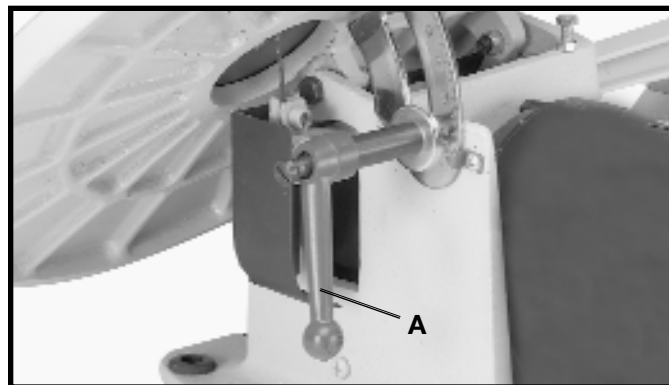

Fig. 30
La table peut être inclinée de 45 degrés vers la gauche pour les coupes en biseau en desserrant la poignée de verrouillage de la table (A) fig. 30, en penchant la table à l'angle voulu et en resserrant la poignée de verrouillage (A).